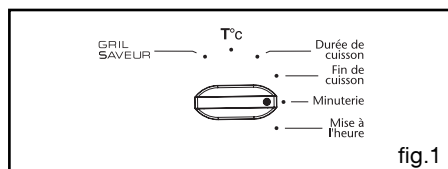

fig.1
-positionnez le sélecteur de programme sur la position "minuterie" (fig.1). Le symbole minuterie ☒